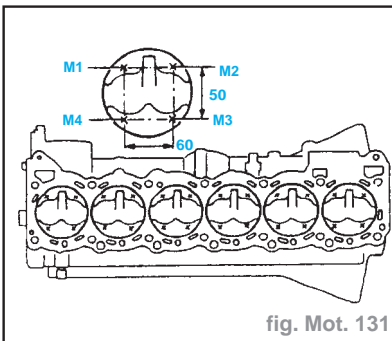

fig. Mot. 131
- Régler chaque piston à son point mort haut. Alors que le piston est maintenu dans cette position, mesurer sa hauteur de dépassement en quatre points (M1, M2, M3 et M4) et noter les valeurs mesurées (fig. Mot. 131).